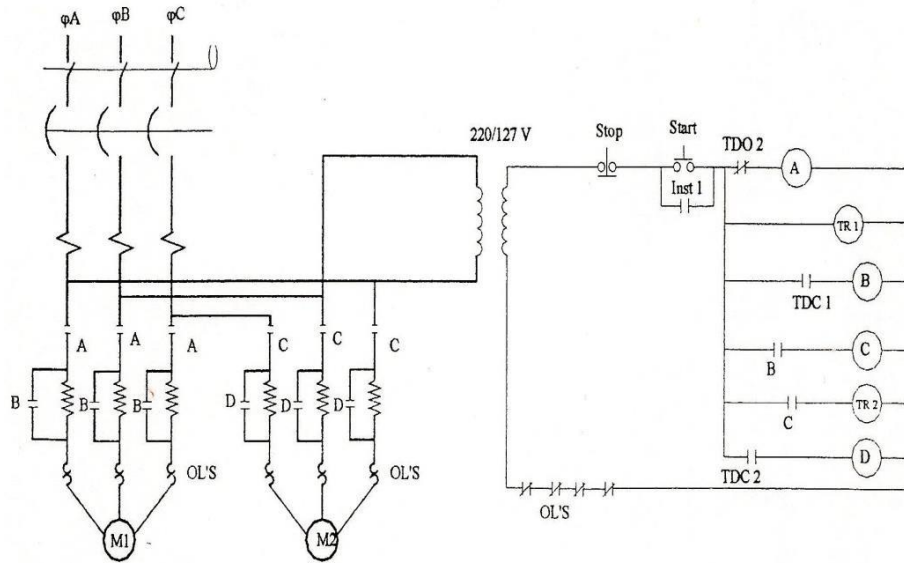

Figura 1
1. Explique ampliamente el funcionamiento del diagrama de circuito de control de la figura 1, comenzando desde su conexión hasta el arranque, en el que se deben incluir todos los elementos utilizados.